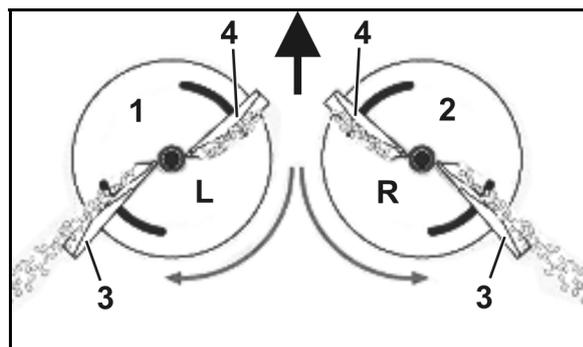

Fig. 40
- linke Streuscheibe (Fig. 40/1) mit Markierung **L**.
- rechte Streuscheibe (Fig. 40/2) mit Markierung **R**.
- **Lang** (Fig. 40/3) – Einstellskala mit Werten von 35 bis 55.
- **Kurz** (Fig. 40/4) – Einstellskala mit Werten von 5 bis 28.